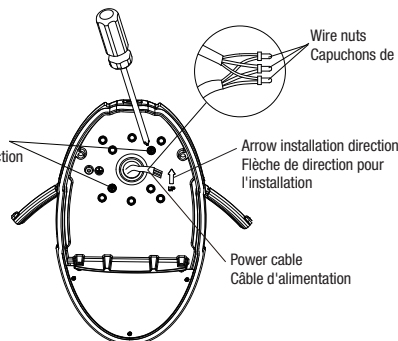

Fig. 1F
- NOTE:** The luminaire must be installed vertically on the wall by following the arrow direction placed inside the housing (Fig. 1F).
7. Make wire connections inside the junction box using wire nuts (Fig. 1F and Fig. 3):
8. Install the rear housing on the wall and recessed junction box using the two screws and a cross screwdriver (Fig. 1F). For non-even wall surfaces, it's recommended to add caulking around the junction box.
- NOTE :** Le luminaire doit être installé verticalement sur le mur en suivant le sens de la flèche placée à l'intérieur du boîtier (Fig. 1F).
7. Effectuez les connexions électriques à l'intérieur de la boîte de jonction à l'aide des capuchons de connexion (Fig. 1F and Fig. 3):
8. Installer le boîtier arrière sur le mur et la boîte de jonction encastré à l'aide des deux vis et d'un tournevis cruciforme (Fig. 1F). Pour les surfaces murales inégales, il est recommandé d'ajouter du caoutchouc autour de la boîte de jonction.